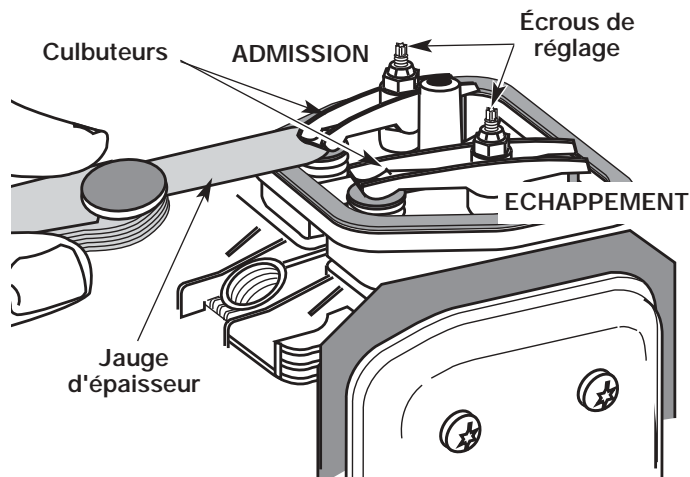

Fig. 71
9. Glissez la jauge d'épaisseur entre le culbuteur et le ressort de rappel de la soupape. Mesurez le jeu entre la tige de soupape et le culbuteur (Fig. 71). Faites-le pour les soupapes d'admission et d'échappement.
L'écart de jeu recommandé pour l'admission et l'échappement est de 0,076 – 0,152 mm (0,003 – 0,006 po). Servez-vous d'une jauge d'épaisseur d'automobile standard de 0,127 mm (0,005 po). La jauge d'épaisseur devrait pouvoir glisser entre le culbuteur et la tige de soupape en rencontrant une faible résistance mais sans coller (Fig. 71 et 72).